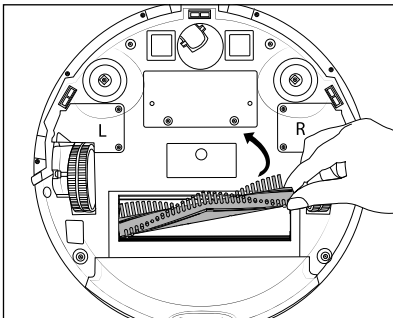

Fig. 15
- ◆ Agarre el rodillo de cepillos **18** por el lado derecho y retírelo del aparato (consulte la fig. 15). Elimine los pelos y la suciedad con el cepillo de limpieza **10**.